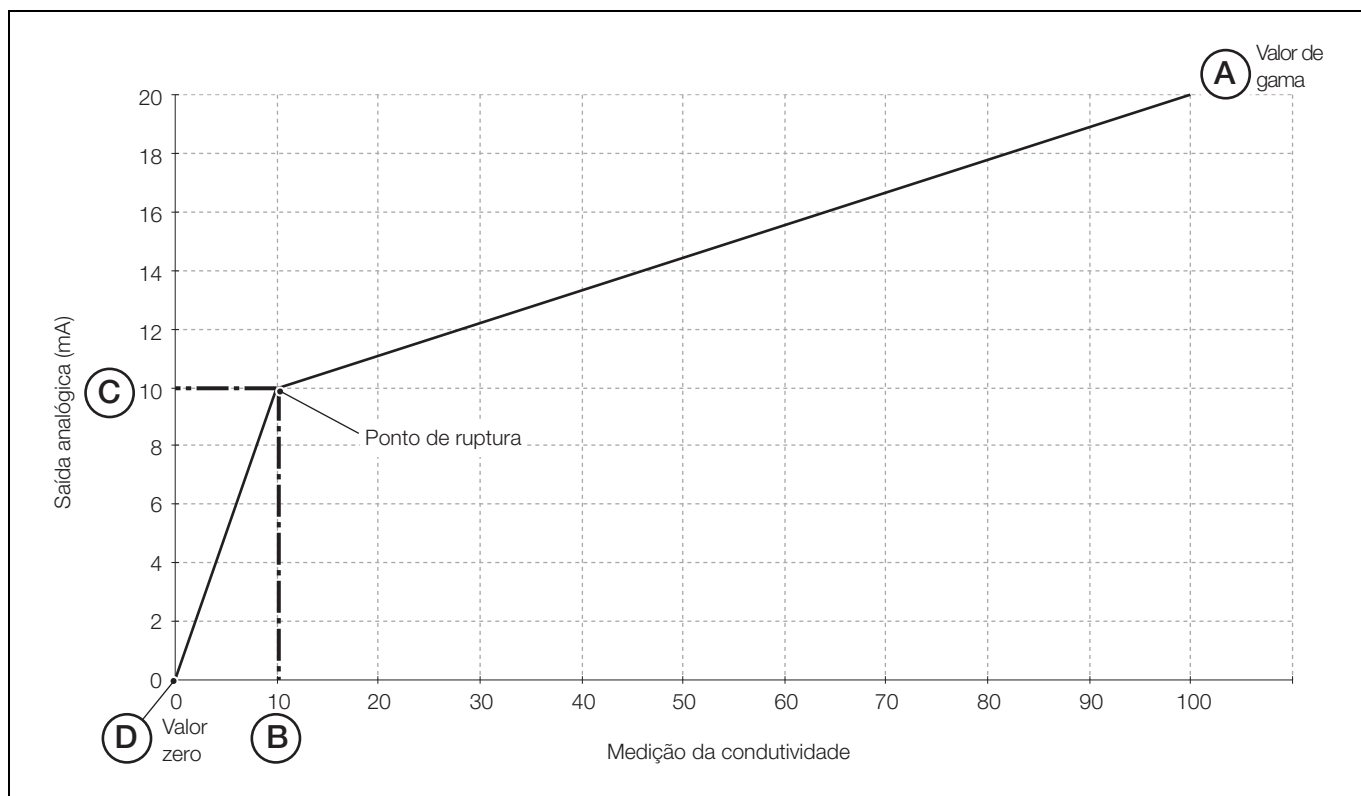

Fig. 5.6 Saída bi-linear
Bi-Lin – Bi-linear – consulte a Fig. 5.6 na página 39
"Span Value" – uS/cm e Adjust (Ajustar) são apresentados alternadamente na linha de visualização superior. Utilize as teclas ▲ e ▼ para ajustar a leitura apresentada para o valor de gama desejado. Este ponto é representado pela letra A na Fig. 5.6.
"Zero Value" – uS/cm e Adjust (Ajustar) são apresentados alternadamente na linha de visualização central. Utilize as teclas ▲ e ▼ para ajustar a leitura apresentada para o valor zero desejado. Este ponto é representado pela letra D na Fig. 5.6.
uS/cm e Adjust (Ajustar) são apresentados alternadamente na linha de visualização superior. Utilize as teclas ▲ e ▼ para ajustar a leitura apresentada para o valor de condutividade de ruptura desejado. Este ponto é representado pela letra B na Fig. 5.6.
mA e Adjust (Ajustar) são apresentados alternadamente na linha de visualização central. Utilize as teclas ▲ e ▼ para ajustar a leitura apresentada para o valor de corrente de ruptura desejado. Este ponto é representado pela letra C na Fig. 5.6.
5.6.1 Saída bi-linear – Fig. 5.6